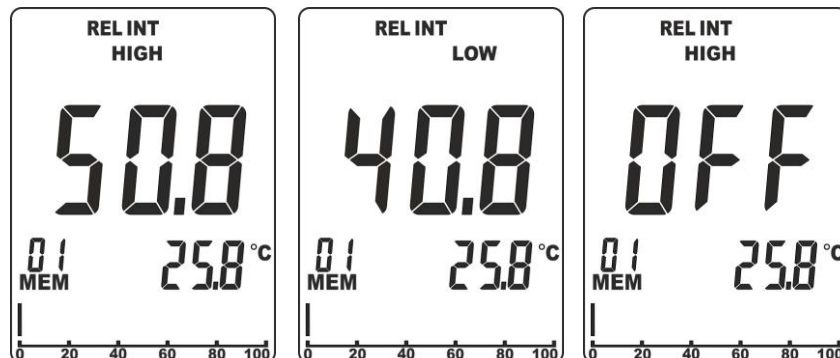

Abb. 6: Einstellung der Alarmschwellen für Messung MOI INT und MOI EXT
- Drücken und halten Sie die Tasten **MOI** und **MODE/ZERO** gleichzeitig einige Sekunden lang. Das Symbol **“HIGH”** wird im Display auf der Oberseite angezeigt (siehe Abb. 6 – linke Seite).
- Benutzen Sie die Pfeiltasten ◀ oder ▶ zur Einstellung des maximalen Grenzwerts im Bereich: **0.1% ÷ 99.9%**. Bei diesen Bedingungen gibt das Gerät einen **kontinuierlichen** Ton ab, wenn der gemessene Feuchtigkeitswert die Alarmgrenze überschreitet. Wählen Sie **“OFF”** zur Deaktivierung der Alarmgrenze (siehe Abb. 6 – rechte Seite).
- Drücken Sie die Taste **MEM/ALM** zur Bestätigung und zum Wandern zur Einstellung des minimalen Grenzwerts. Das Symbol **“LOW”** wird im Display auf der Oberseite angezeigt (siehe Abb. 6 – Mitte).